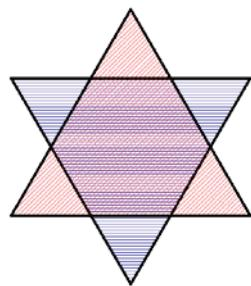

Рис. 2. Построение гексагона как результата пересечения двух множеств – равносторонних треугольников
- 2) Посредством двух равносторонних треугольников (рис. 2):